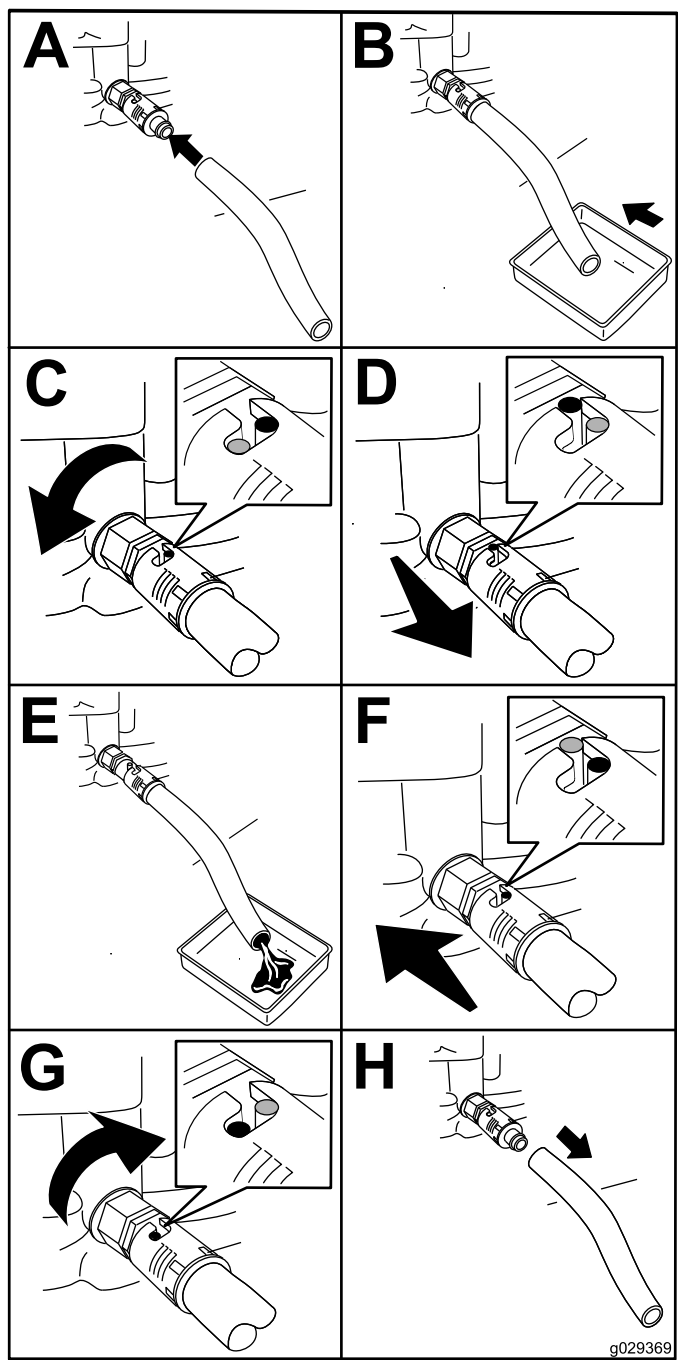

图29
1. 将排油软管安装到排放阀上图29。
2. 将油管的另一端图29放入容量为 1L 的放油盘。
3. 将机油排放阀逆时针转动 1/4 圈等机油完全排出 图 29。
4. 然后将机油排放阀顺时针转动 1/4 圈以关闭阀门 图 29。
5. 卸下排放软管 图29并擦拭掉溢出的机油。